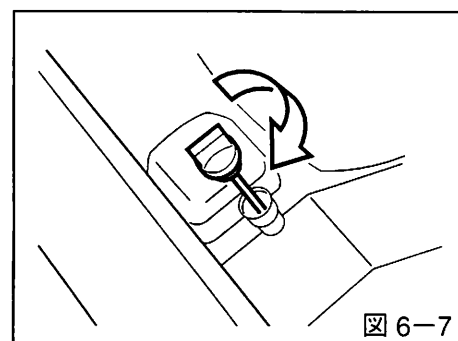

図 6-7
5. オイルゲージを時計方向に確実にねじ込んでください。(図6-7参照)